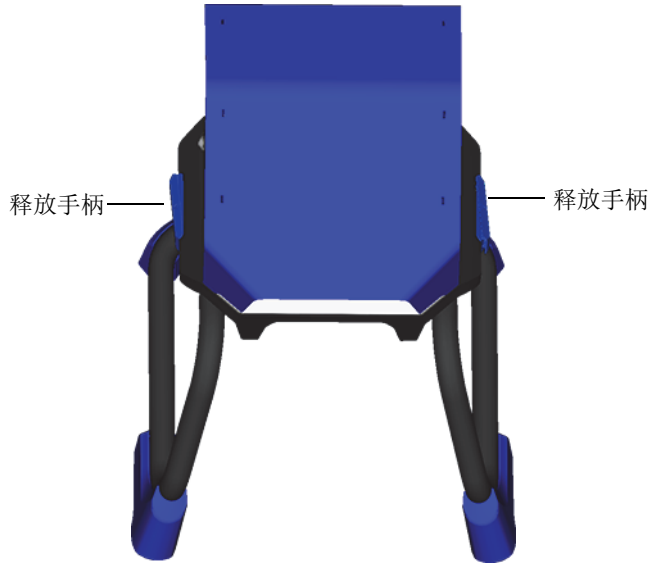

图 B-16 工作站样品舱的释放手柄
1. 拉出工作站样品舱的释放手柄，然后从支架上提起样品舱（参见第119页的图 B-16）。